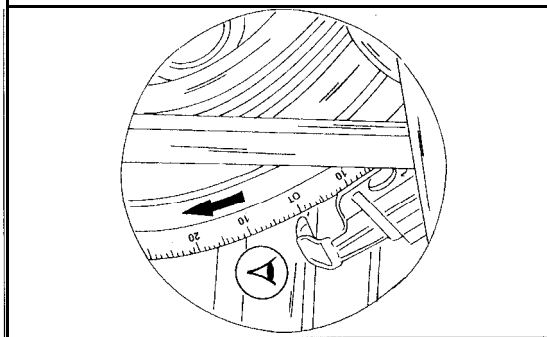
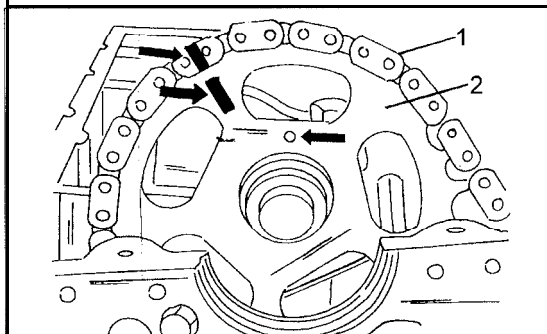

Bild 161
Bild 162
● Den Motor durchdrehen, bis der Kolben des ersten Zylinders auf dem oberen Totpunkt steht, d.h. die „Null“-Marke in Bild 162 muss gegenüber dem Einstellzapfen stehen. Dazu eine Stecknuss von 27 mm Schlüsselweite mit einer Ratsche an der Schraube der Riemenscheibe ansetzen. Auf keinen Fall die Pleuellager durchdrehen, indem man eine Stecknuss an der Schraube des Nockenwellenrades ansetzt. Die Pleuellager immer in Drehrichtung durchdrehen (Pfeilrichtung in Bild 161), niemals entgegengesetzt. Nachdem die Pleuellager einwandfrei ausgerichtet ist, einen Blick auf die Oberseite der Nockenwelle werfen und kontrollieren, dass diese wie in Bild 99 gezeigt ausgerichtet ist, d.h. die beiden Steuerzeichen müssen gegenüberliegen.
● Das Kettenrad der Nockenwelle und die Steuerkette im Verhältnis zueinander kennzeichnen. Dazu mit einem Filzstift oder Farbe an gegenüberliegenden Stellen zwei Striche einzeichnen, wie es aus Bild 162 ersichtlich ist. Die Kennzeichnung findet an den mit den beiden Pfeilen gezeigten Stellen statt.
Schnitt durch die Nockenwelle und deren Befestigung im Zylinderkopf. Der Passstift (6) ist in Bild 162 mit dem mittleren Pfeil bezeichnet.